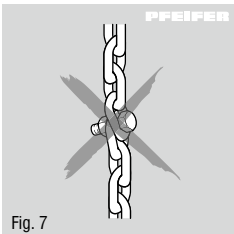

Fig. 7
- Ne pas nouer la chaîne de charge et ne pas la relier à l'aide de boulons, d'une vis, d'un tournevis ou de tout outil semblable. Les chaînes de charge fermement fixées dans les engins de levage ne peuvent pas être réparées (Fig. 7). Les chaînes ne peuvent pas être déformées ou prolongées.